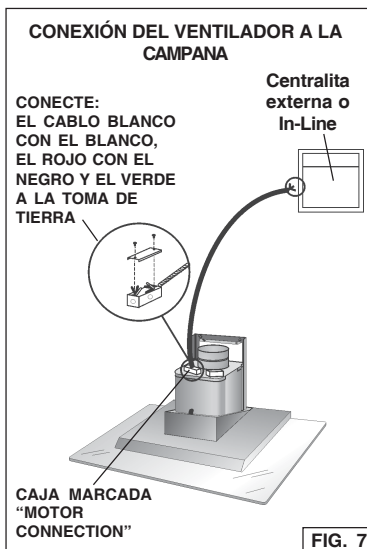

FIG. 7
1. Conectar los conectores (dos hilos + hilo de tierra) desde el ventilador a la caja de cables de la campana donde esta indicado "motor connection". Fig.7
2. Quite la cubierta de la caja de cables y quite un *knockout*. Fig.7
3. Fije el "conduit" a la caja de cables por medio de un conector idóneo para el "conduit". Fig.7
4. Efectúe las conexiones eléctricas a la campana. Conecte el cable blanco con el blanco, **el rojo con el negro** y el verde con la toma de tierra. Fig.7